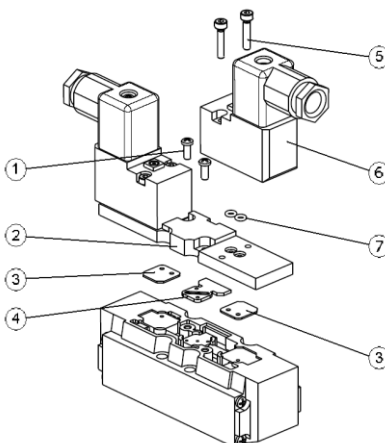

Figure 18
7.2.1 Remplacement de la plaque de sélection (voir Figure 18)
- Remplacement de la plaque de sélection, Élément 4. Veillez à ce qu'elle soit montée de la bonne manière, vers le haut selon qu'un pilote interne (I) ou externe (R) est requis.
7.2.2 Remplacement des joints (voir Figure 18)
7.2.3 Remplacement du pilote (voir figure 18)